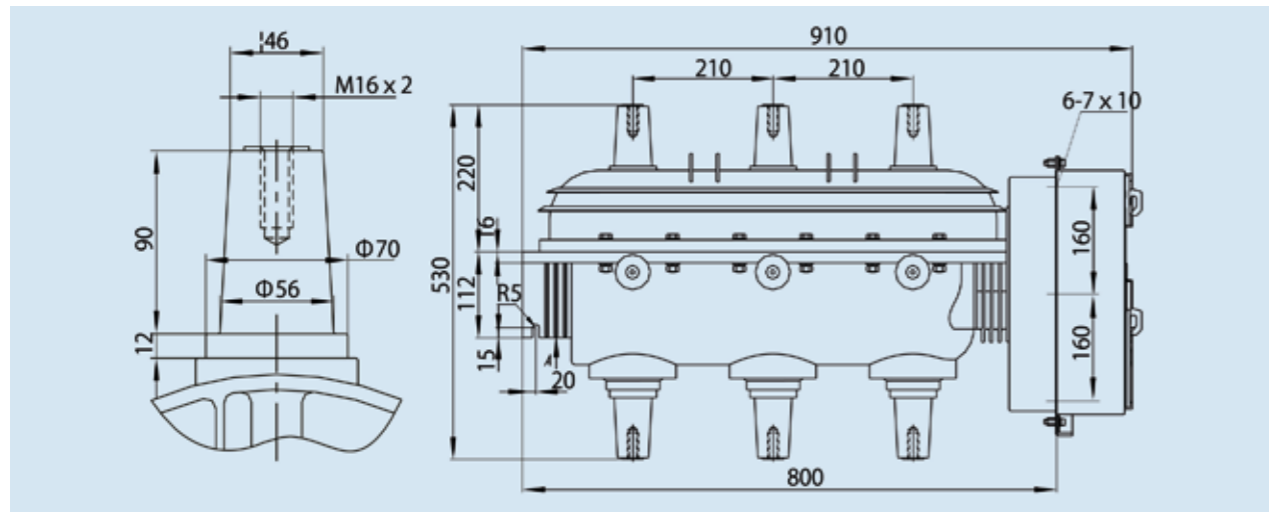

Рис. 6.2 Монтажные размеры выключателя
6.3 Монтажные размеры выключателя (см. рис. 6.2)